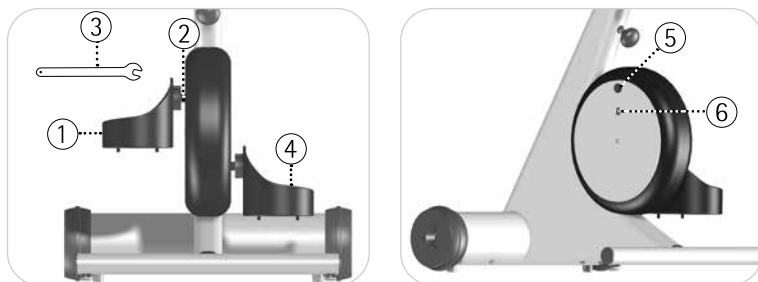

Fig. 5.6, 5.7
Verificate che sia stato impostato lo stesso raggio del pedale, per assicurare un movimento di rotatorio armonico. Accertatevi che su entrambi i lati le viti ② siano ben strette. vedere Fig. 5.6